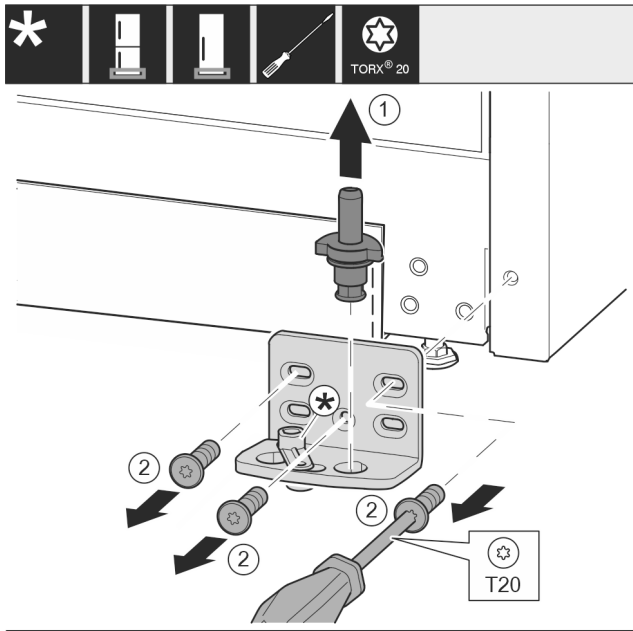

Fig. 16 *
- Dra ut lagerbulten Fig. 16 (1) helt uppåt.*
- Skruva ur skruvarna Fig. 16 (2) med skruvmejsel och ta bort lagerbocken.*